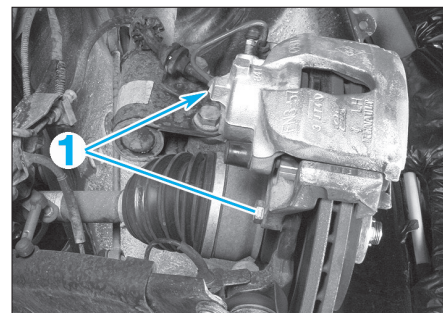

FIG. 5
- Déposer le support d'étrier maintenu au pivot par 2 vis (1) (Fig.5).